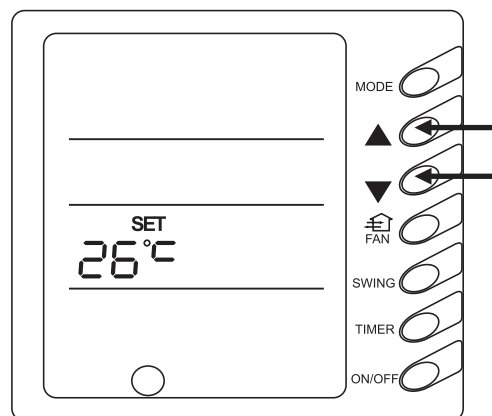

Abb. 4
3) Temperatureinstellung (Abb. 4)